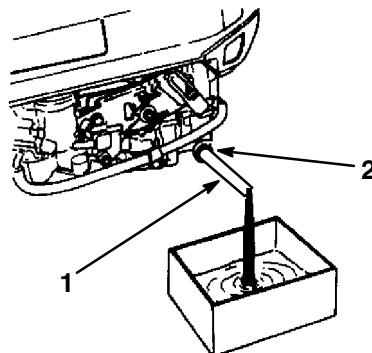

Bild 17
5. Heben Sie die linke Seite des Rasenmähers mindestens 30 cm hoch und öffnen die seitliche Ölverschluss-schraube (Bild 17).
6. Schieben Sie das Ölabblassrohr über die Verschluss-schraube und senken den Rasenmäher ab (Bild 17).